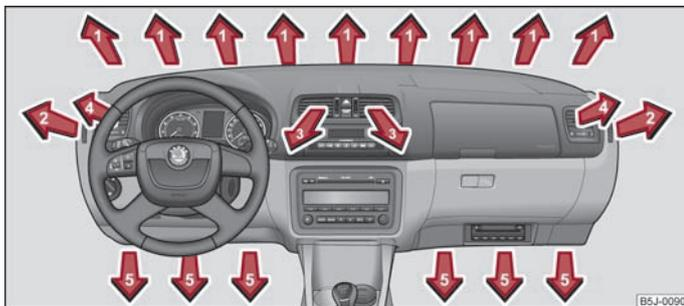

Abb. 73 Luftaustrittsdüsen
- Luftaustrittsdüsen **4** ⇒ Abb. 73.
- Wir empfehlen Ihnen die Luftaustrittsdüsen **3** ⇒ Abb. 73 in geöffneter Stellung zu belassen.
- Luftaustrittsdüsen 4 ⇒ Abb. 73.
- Wir empfehlen Ihnen die Luftaustrittsdüsen 3 ⇒ Abb. 73 in geöffneter Stellung zu belassen.